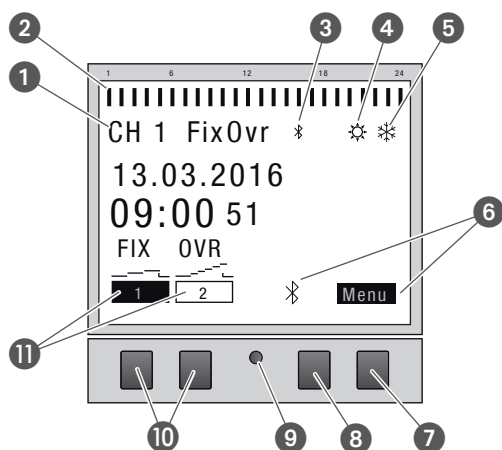

Fig. 2: Struttura del display
- ② Orari di commutazione programmati
- ③ Bluetooth
- ④ Ora legale
- ⑤ Ora solare
- ⑥ Indicatori di funzionamento dei tasti a destra
- ⑦ Tasto menu
- ⑧ Tasto Bluetooth
- ⑨ Tasto Reset
- ⑩ Tasti a sinistra
- ⑪ Indicatori di funzionamento dei tasti a sinistra
Indicatori di funzionamento dei due tasti a destra (Fig. 2/⑦ + ⑧)
Indicatori di funzionamento dei due tasti a sinistra (Fig. 2/10)
La struttura del menu appare sul display dopo aver premuto il tasto menu (Fig. 2/7).